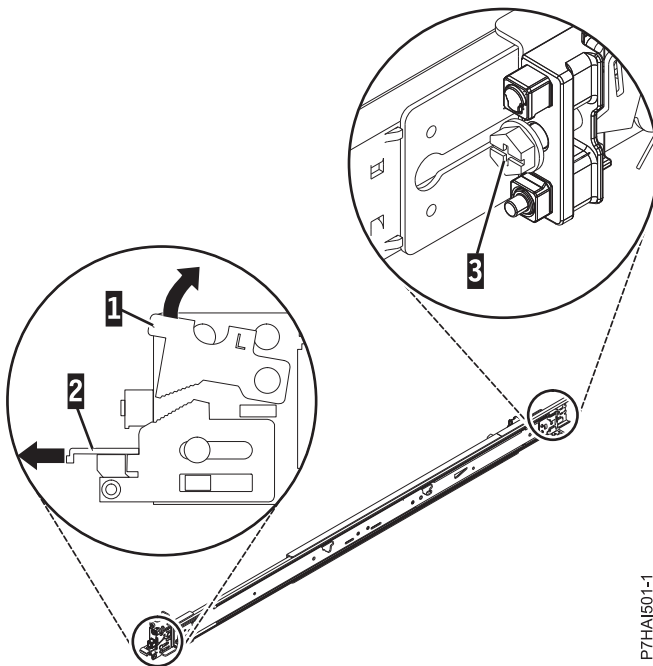

図 2. 前部ラッチを開いて後部のねじを取り外す
2. 前面のロッキング・タブ (1) を押し上げて、レールの前部にある前面ラッチ (2) を引き出します。次に、レール (3) の後部からねじを取り外します。詳しくは、図 2を参照してください。